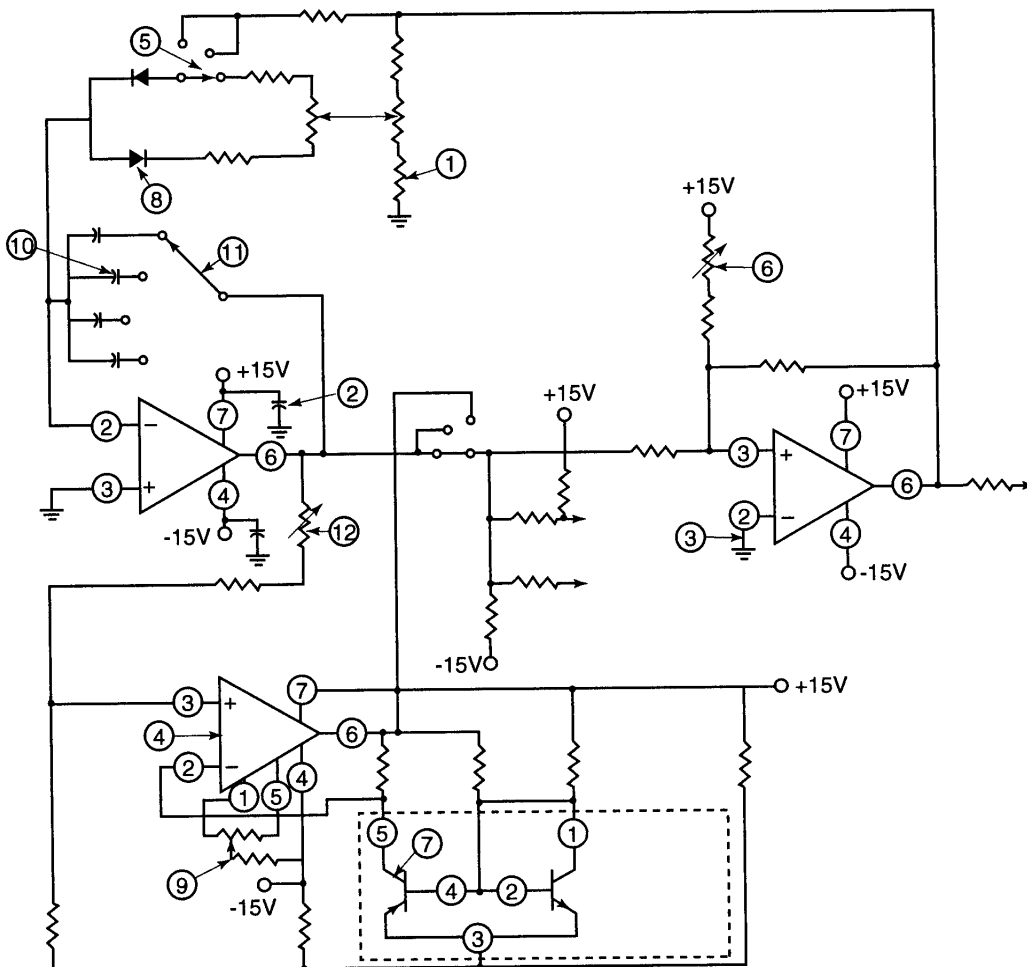

Figure 2
1. En vous reportant au circuit électronique de la figure 2, identifier les composants correspondant aux numéros indiqués :